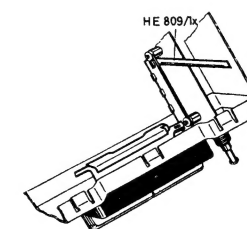
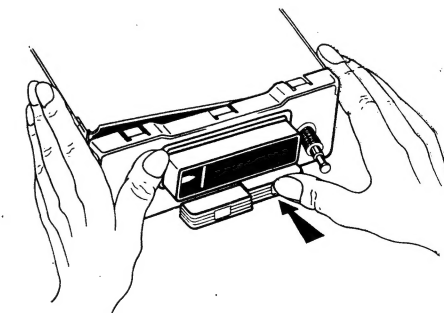

Fig. 47
Fig. 48
2. Arretierhebel in den Schlitz des Wellenschalterschiebers von der Plattenseite aus einsetzen, Fig. 47.
3. Frontplatte in beide Hände nehmen und Taste L fest drücken, Fig. 48.
4. Frontplatte rechts schräg bis zum Anschlag auf die Gewindebuchse schieben, dann links aufsetzen, Fig. 48. Gleichzeitig darauf achten, daß der Hebel für den Wellenschalter in den Wellenschalterschieber einrastet, Fig. 47.
2. Insert an arrestor lever in the slot of the waveband switch slide from the board side, see Fig. 47.
3. Mount the front plate according to Fig. 48 with pushed button L.
4. Place RH side of front plate on threaded shaft as far as possible, then push LH side home, see Fig. 48. Pay attention that the waveband switch arm engages in the waveband switch slide, see Fig. 47.